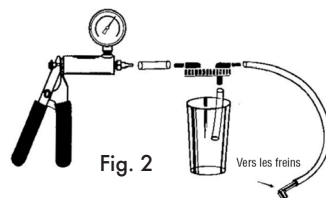

Fig. 2
Consultez la figure 2 pour assurer un assemblage adéquat.
3. Assemblez l'outil de la façon décrite dans la section Assemblage – Outil de purge de frein (voir la figure 2).